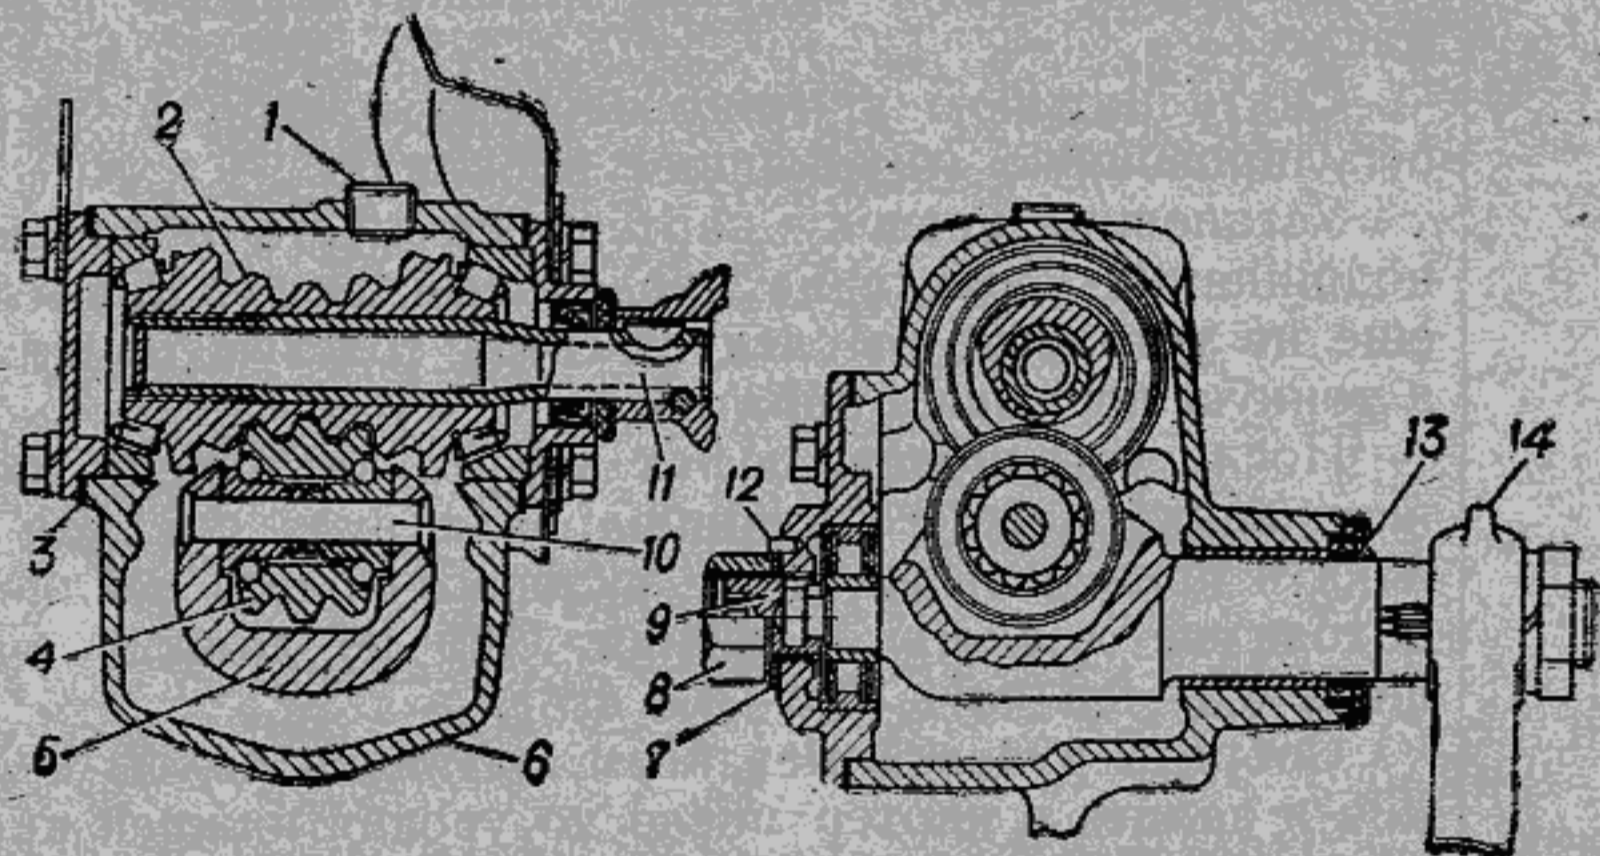

Рис. 92. Рулевой механизм:
- 2 Вращать ключом регулировочный винт 9 (рис. 92) по часовой стрелке до устранения люфта.